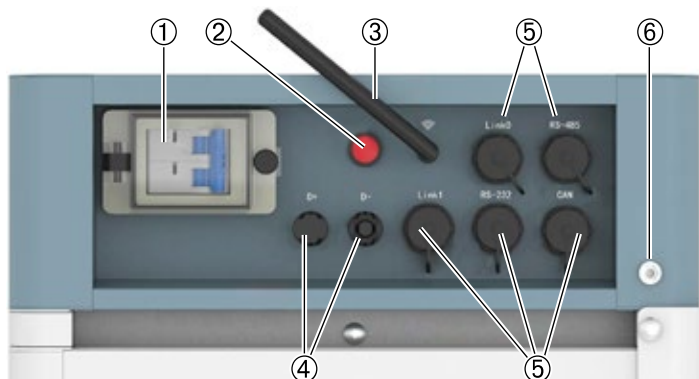

Fig. 4.5 - Modulo di controllo FC0500-40S V2
- Scollegare i cavi di alimentazione **D+** e **D-** (4, Fig. 4.5), il cavo di comunicazione (5, Fig. 4.5) e il cavo di messa a terra (6, Fig. 4.5).
- Installare di nuovo il cavo di messa a terra (6, Fig. 4.5), il cavo di comunicazione (5, Fig. 4.5) e il cavo di alimentazione **D+** e **D-** (4, Fig. 4.5).